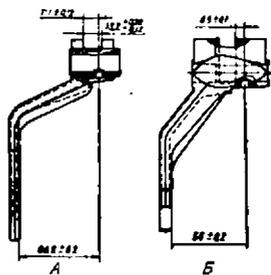

Рис. 59. Контрольные размеры вилок переключения передач:
3. Перекос деталей из-за погнутой вилки переключения	3. Вилки выправить по размерам, показанным на рис. 59, или заменить новыми